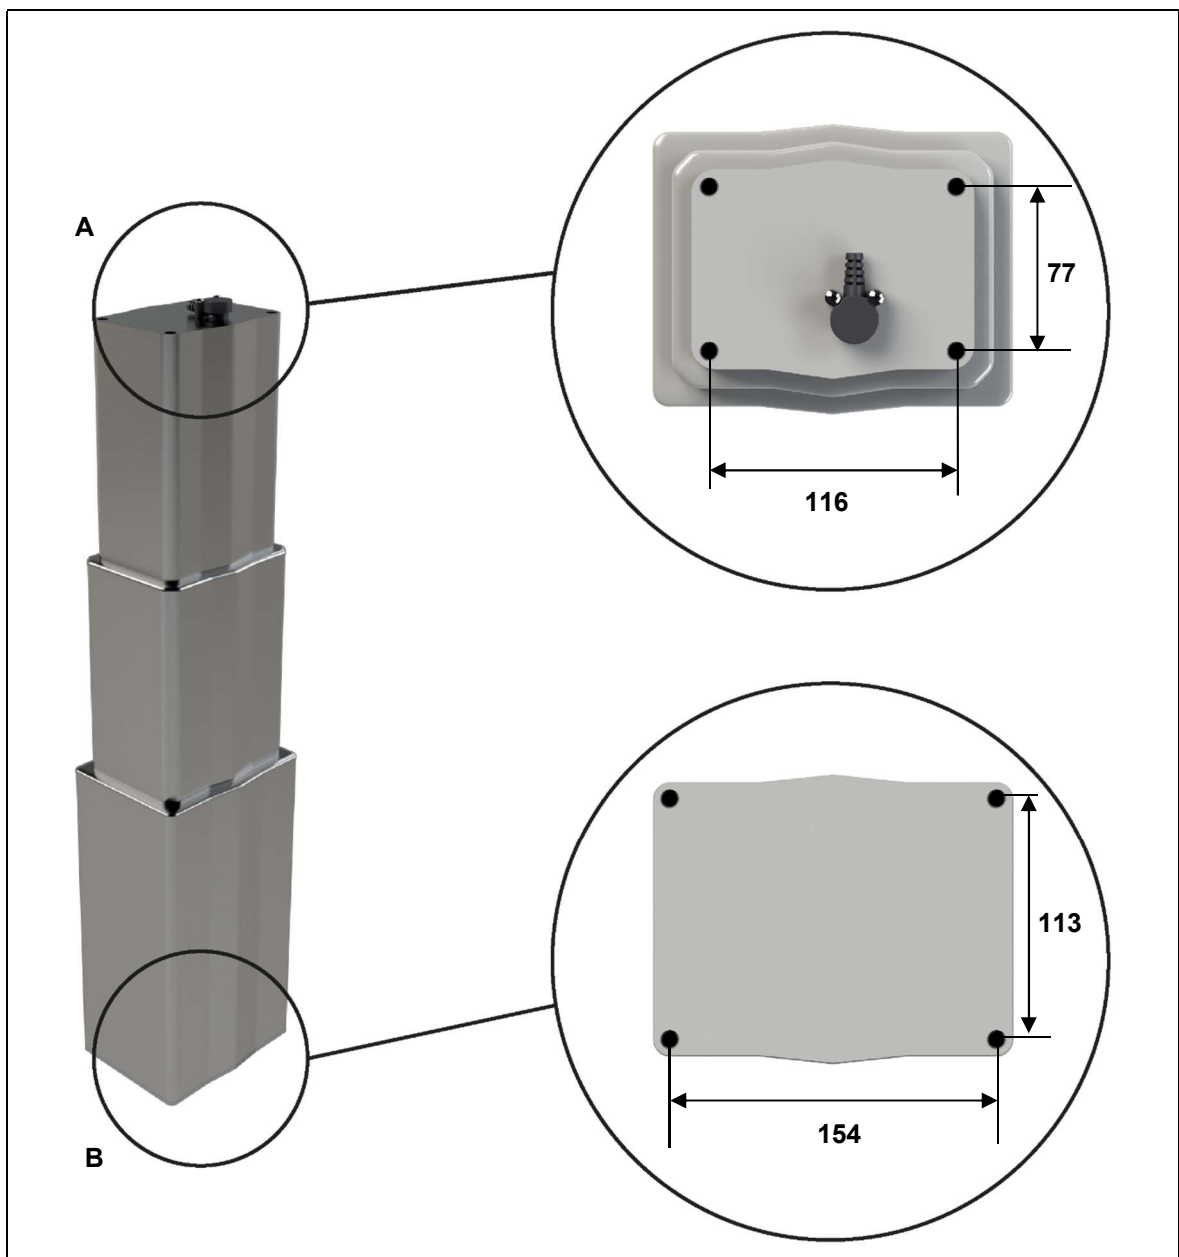

Abbildung 8 Montagebohrungen für die Montage: Kopf und Fuß der Hubsäule DC20 (Angaben in mm)
- ▶ Verwenden Sie zur Montage der Hubsäule DC20 gewindefurchende Zylinderschrauben M8x40 (Festigkeitsklasse 8.8), wie in Abbildung 8 gezeigt. Das Anzugsdrehmoment sollte zwischen 15-17 Nm betragen.